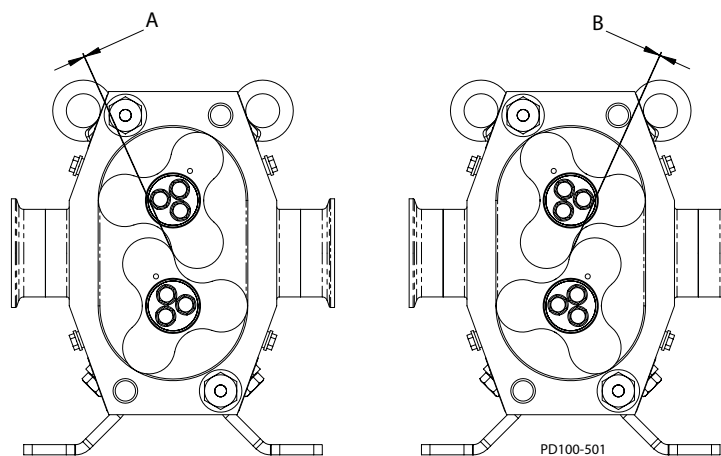

Figura 63 - Holgura de los rotores
10. Compruebe la holgura entre los rotores en las posiciones mostradas en la Figura 63.
11. Las dimensiones "A" y "B" de holgura mostradas en Figura 63 deben estar dentro de los rangos especificados en Tabla 11 en todas las posiciones. Ajuste la posición del engranaje en el eje de accionamiento según las necesidades.